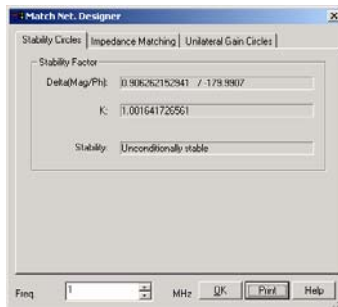

图 5-95 Match Net Designer
如图 5-91 所示是 Trace 区，用这里的按钮可控制仿真参数的显示或隐藏。而 Trace 中按钮又依赖于仿真模式 Mode 的选择，Mode 选择不同，Trace 中按钮也不同。若选择测量模式 Measurement，则 Trace 中按钮有 $\{S_{11}, S_{12}, S_{21}, S_{22}\}$ 、 $\{Z_{11}, Z_{12}, Z_{21}, Z_{22}\}$ 、 $\{H_{11}, H_{12}, H_{21}, H_{22}\}$ 、 $\{Y_{11}, Y_{12}, Y_{21}, Y_{22}\}$ 、 $\{K, |\Delta|\}$ ；如果选择射频电路分析模式 RF Characterizer（其中包括功率、电压增益以及输入输出阻抗），则 Trace 中按钮有 $\{P.G, T.P.G, A.P.G\}$ 、 $\{V.G\}$ 、 $\{Z_{in}, Z_{out}\}$ ；若选取 Mutch Net Designer 选项，显示屏将出现如图 5-95 所示对话框。
3) 选择“Match Net Designer”选项，显示屏将出现如图 5-95 所示对话框。其中包括 Stability circles（稳定圈）、Impedance matching（阻抗匹配）和 Unilateral gain（单向增益）3 个设置页。在设计 RF 放大器时，经常需要分析与修改电路性能，上面 3 项是分析电路性能的常用方法。在实际使用中视电路的需要选择一项或多项。